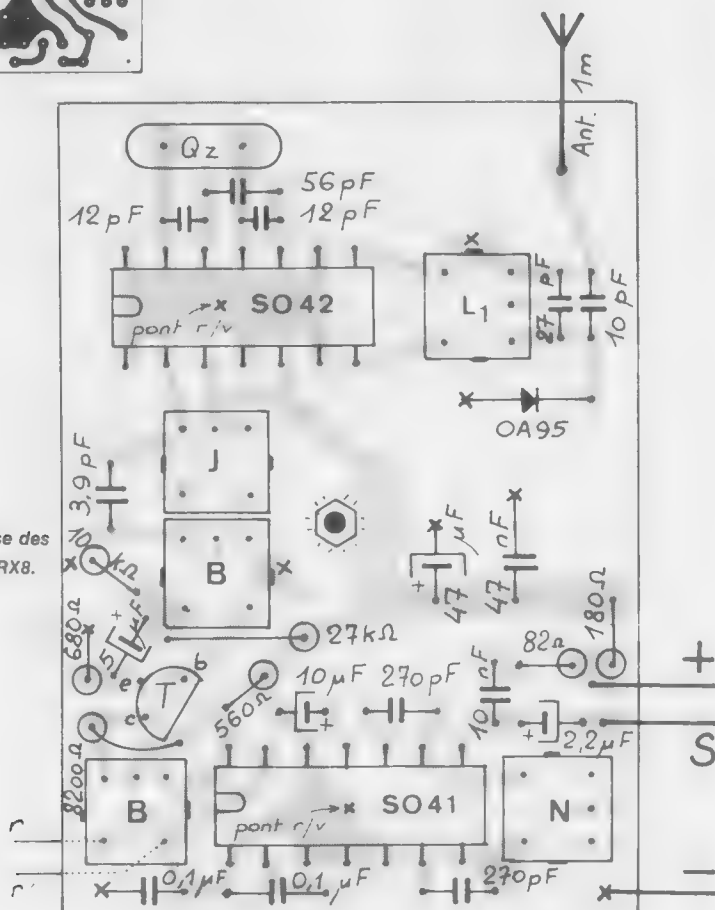

Fig. V-36. — Pose des composants de RX8.
c) Pose des composants (fig. V-36)